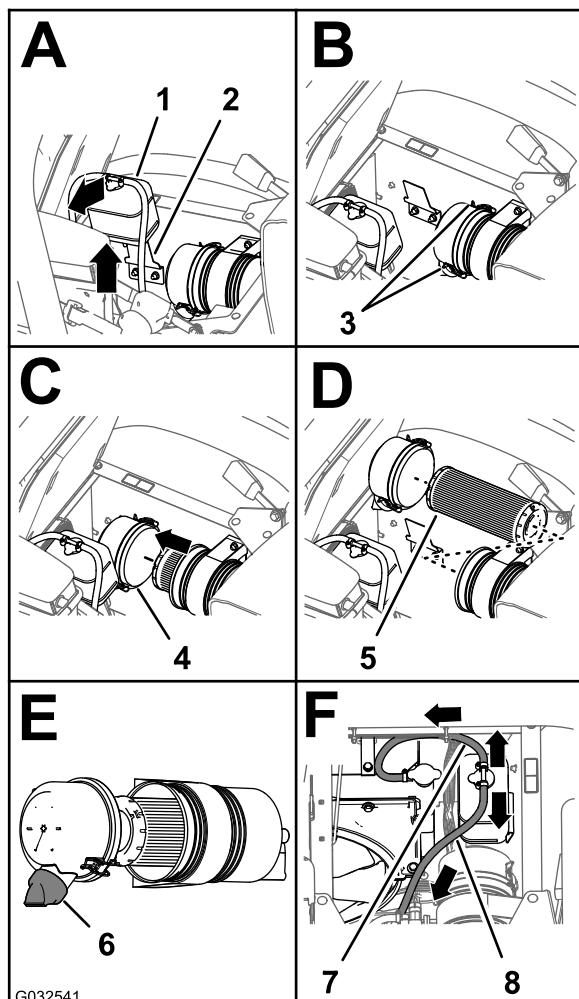

図 77
- 冷却液オーバーフロータンクを持ち上げてブラケットから取り外す図 77。
- ダストキャップをエアクリーナのボディに固定しているラッチ2つを外す図 77。
- ぬれたウェスを使って、ダストキャップ、エアクリーナのボディ、ダストバルブの内部をきれいに清掃する図 76 と 図 77。
- エアクリーナボディにフィルタエレメントを取り付ける図 77。
- エアクリーナのボディーにカバーを取り付け、ラッチ2個で固定する図77。
注 ダストバルブは、後ろから見たときに時計の5時-7時の方向になるように取り付けてください図77。
- 冷却液タンクを、ROPSシールドのサポートブラケットにきっちりと入れる図77。
重要 図77のように、圧力逃がしホースが前を向いて下へ、タンク通気ホースが後方を向くように取り付けてください。